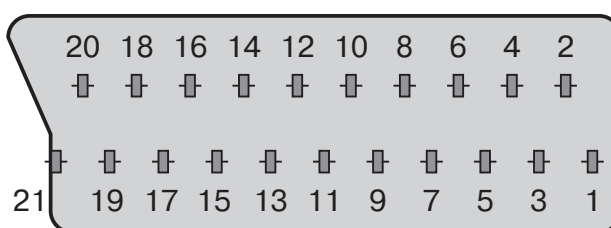

Рис. 5.1
- соединитель Peritel (он же SCART): рис. 5.1.